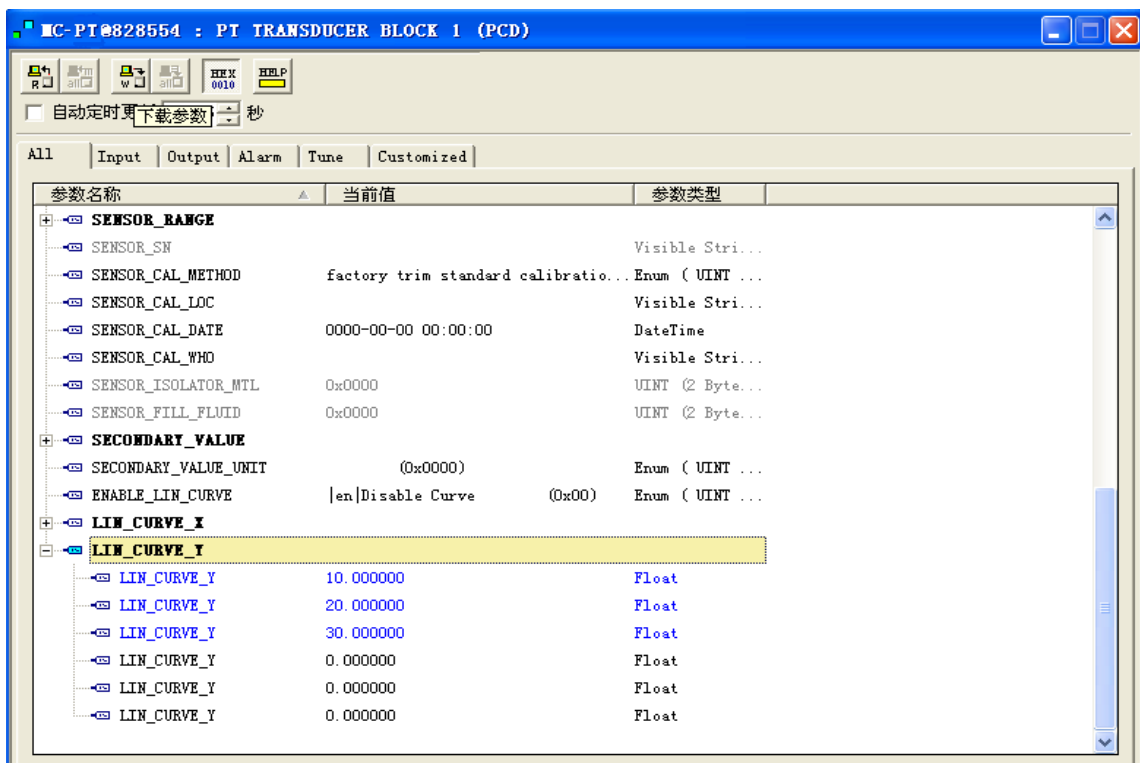

图6.4 LIN_CURVE_Y 的配置
- 1) 智能变送器提供 6 个校正点输入，即变换块的参数 LIN_CURVE_Y 数组，用户可以依次将要校准的压力值写入数组并选择好单位。例如，在进行三点插值校准时，用户选择 10 kPa，20 kPa，30 kPa 作为校准点，将这三个值依次写在 LIN_CURVE_Y 数组里，如图 6.4 所示。